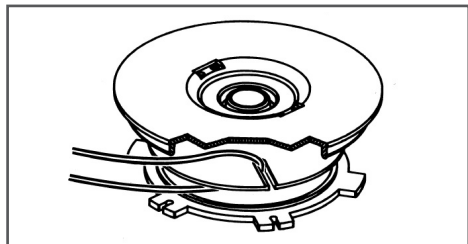

Рис. 10 Замена корда
- Отрежьте 2,5-3 метра корда, сложите его вдвое и выровняйте концы. Середину корда вставьте в специальный паз в катушке (Рис. 10).